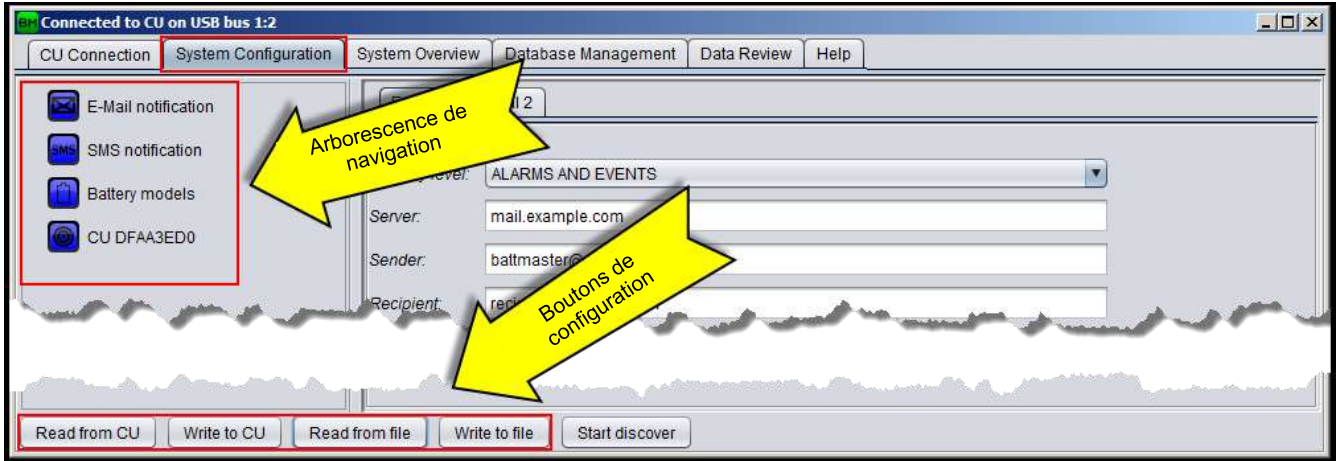

Figure 20 : Configuration système
5. Ouvrez l'onglet « **System configuration** » (Configuration système) comme illustré à la Figure 20.